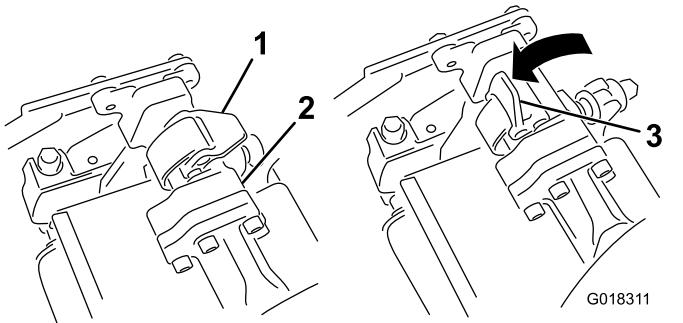
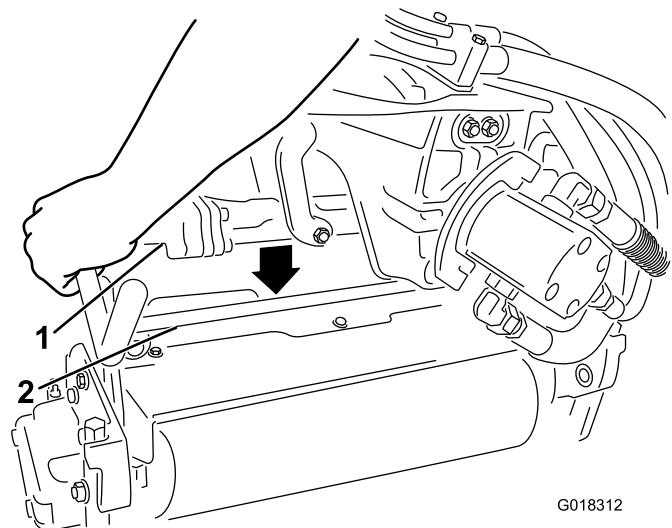

Figure 3
Figure 4
3. Les verrous de la barre de bras de suspension étant orientés en haut (Figure 3), poussez le bras de suspension vers le bas pour que la barre s'engage sur la barre transversale en haut de l'unité triple rouleau (Figure 4).
- 4. Fermez les verrous autour de l'unité triple rouleau et bloquez-les en place (Figure 3).